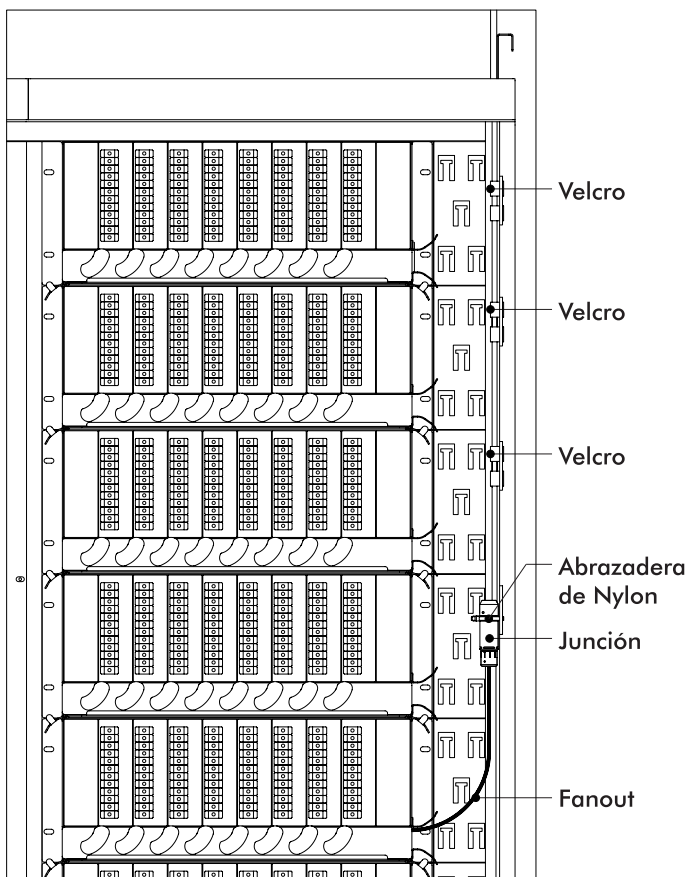

Figura 8
2. Guíe los cables Trunks – Fanouts hasta cerca de los Sub-Racks utilizando el soporte guía de cables lateral del Rack FTH-900. Utilice el Velcro doble cara para la fijación durante el camino y las abrazaderas de Nylon de 150 mm en la fijación de la junción. Como se muestra en la Figura 8.